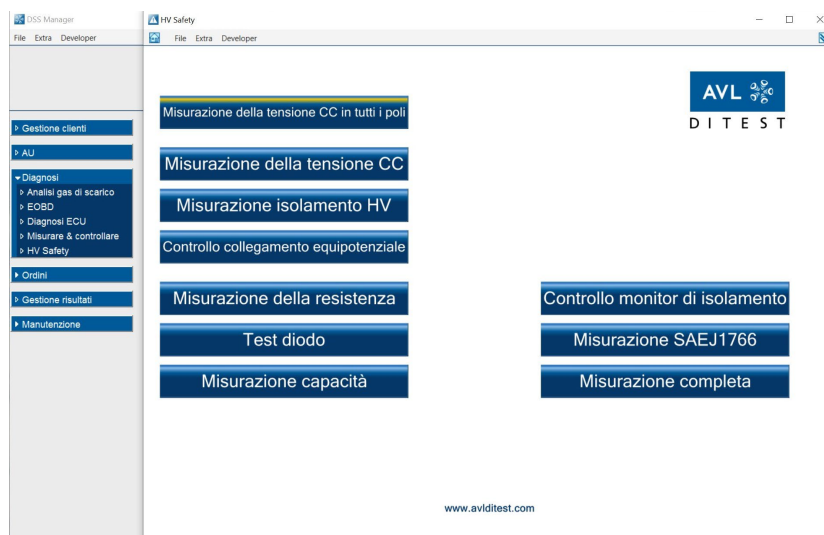

Fig. 3-1
Attivando le rispettive voci appaiono le funzioni di misurazioni speciali Verifica del controllore d’isolamento, Misurazione SAEJ1766 e Misurazione complessiva nella selezione della funzione di misurazione sulla schermata iniziale dell’applicazione HV Safety (vedere Fig. 3-1)
2. Cliccare su **Diagnosi | HV Safety**, (vedere Fig. 3-1).
1. Dopo aver cliccato sulla modalità operativa **Misurazione di tensione CC tutti i poli**, vedere Fig. 3-1, appare una schermata con le avvertenze di sicurezza.
1. Dopo aver cliccato sulla modalità operativa **Misurazione di tensione CC**, vedere Fig. 3-1, appare una schermata con le avvertenze di sicurezza.